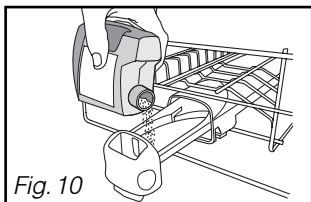

Fig. 10
• **Os detergentes em pó ou em líquido na gaveta do distribuidor (fig. 10)**